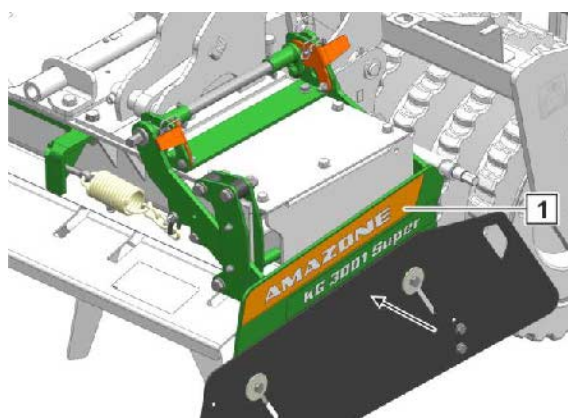

Fig. 152
- Sideplaten (Fig. 152/1) er festet i den indre posisjonen.